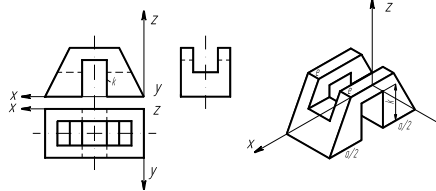

Рис. 10. Чертёж и изометрия предмета с продольным и поперечным пазами.
4. А теперь выполним поперечный паз на высоту  $k$  (Рис. 10).